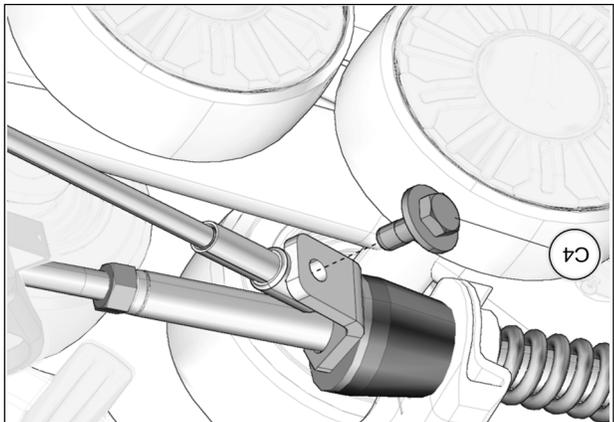

Fig. 32
20. Tourner légèrement le volant dans le sens contraire jusqu'à ce que le câble puisse être fixé à la plaque de support en utilisant le boulon (C4) fourni. Serrer à un couple de 35 N•m [24 lb•pi]. Voir la Fig. 32. Effectuer le même exercice du côté droit.